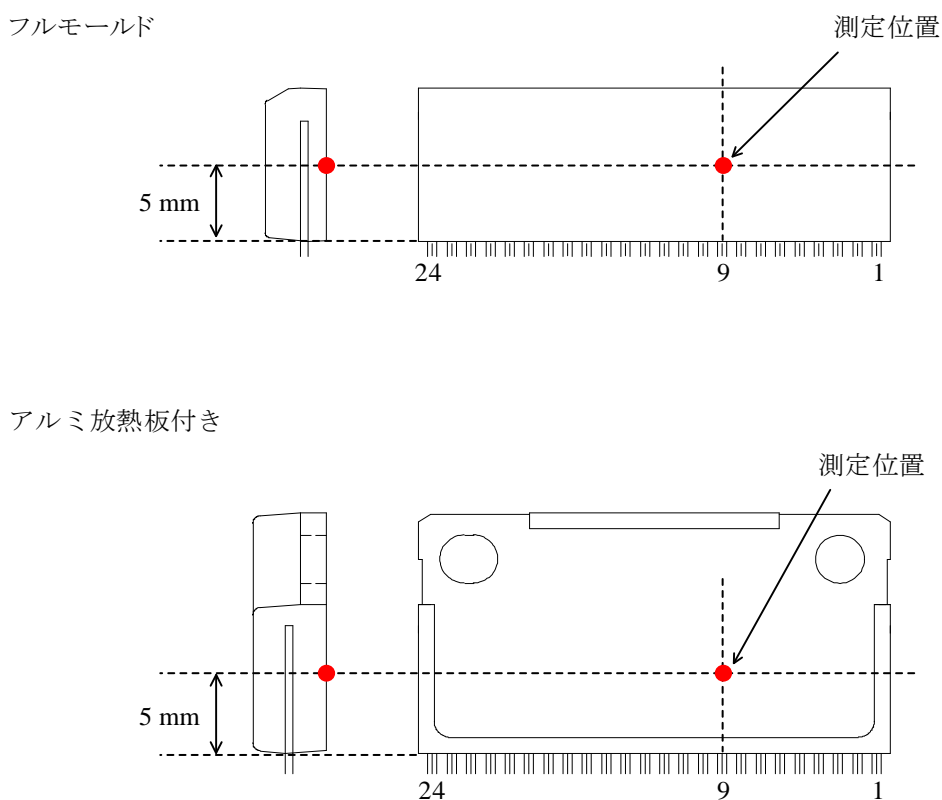

図 3-1 ケース温度測定位置
(1) ケース温度は図 3-1 で規定
(2) 内部スイッチング素子のジャンクションとケース間の定常熱抵抗（過渡熱特性は 14.1 項を参照）